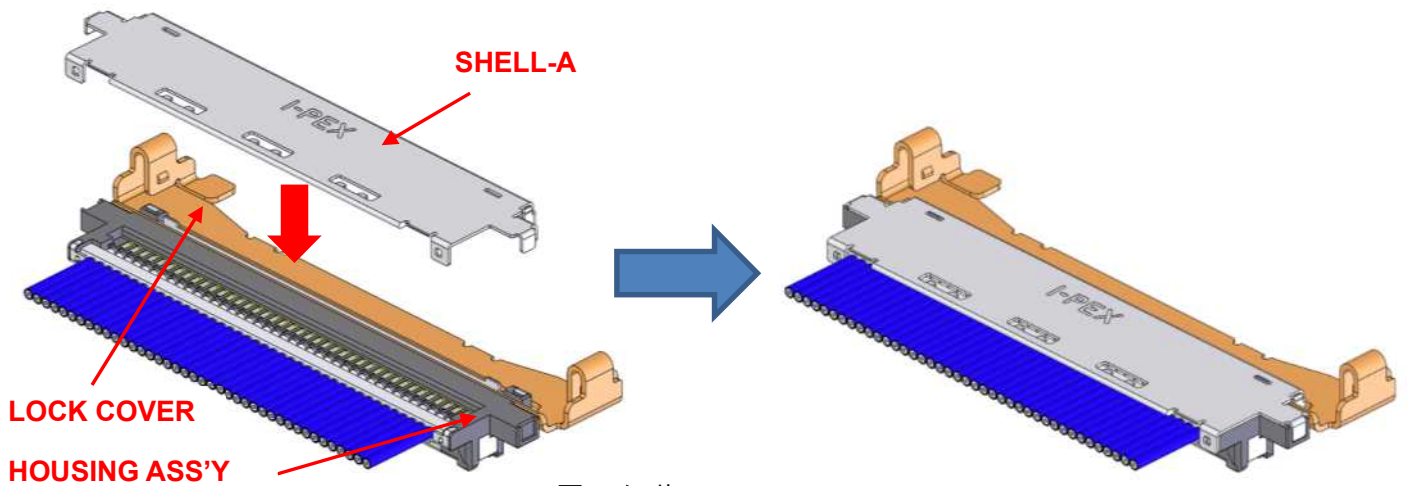

图.5 组装 SHELL-A
①如图.5所示，从 HOUSING ASS'Y 的上面组装 SHELL-A。